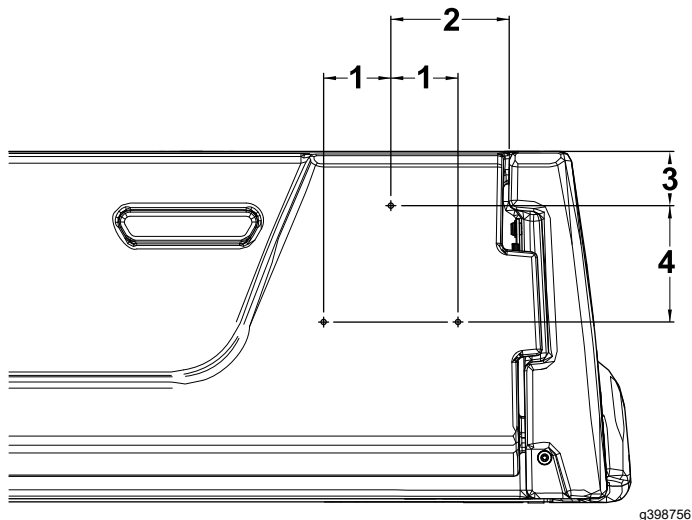

Figure 17
1. Sur le côté droit du hayon, mesurez 130 mm à partir du bord droit du hayon et 60 mm à partir du haut du hayon, et faites un repère à cet endroit (Figure 17).
2. Mesurez 128 mm vers le bas en partant du trou repéré à l'opération 1 et 74 mm vers la droite et la gauche, et faites un repère à ces 2 endroits (Figure 17).
3. Percez un trou de 5 mm aux 3 emplacements repérés (Figure 17).